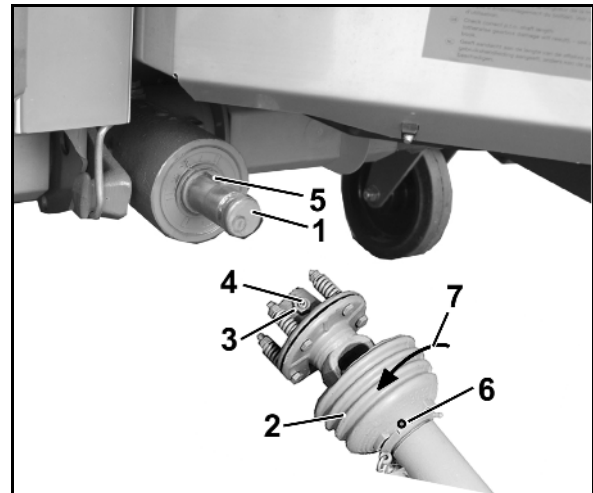

Рис. 38
2. Очистите первичный вал редуктора (Рис. 38/1).
5. Поверните гофрированную часть защитного кожуха (Рис. 38/2) в положение для монтажа (Рис. 38/7).
7. Ослабьте контргайку (Рис. 38/3) на соединительной вилке фрикционной муфте (настолько чтобы установочный винт больше не выступал над контргайкой), выверните установочный винт с внутренним шестигранником (Рис. 38/4) и проверьте, легко ли надевается соединительная вилка на приводной вал.
9. Зафиксируйте карданный вал от осевого смещения. Для этого прочно затяните торцовым шестигранным ключом установочный винт и законтрите гайкой (Рис. 38/3).
2. Ослабьте контргайку (Рис. 38/3) на соединительной вилке фрикционной муфты. Вывинтите установочный винт (Рис. 38/4).